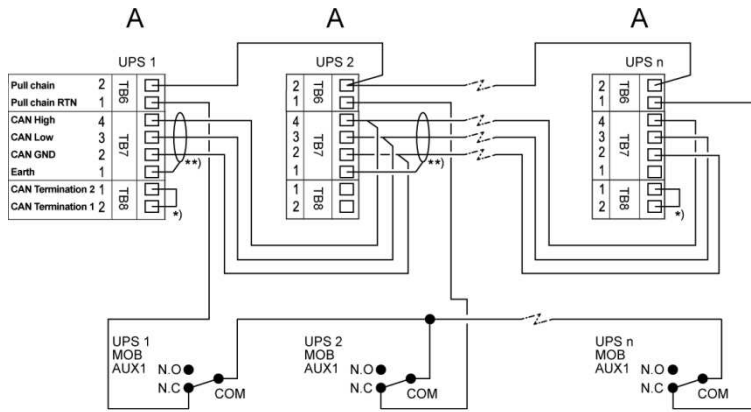
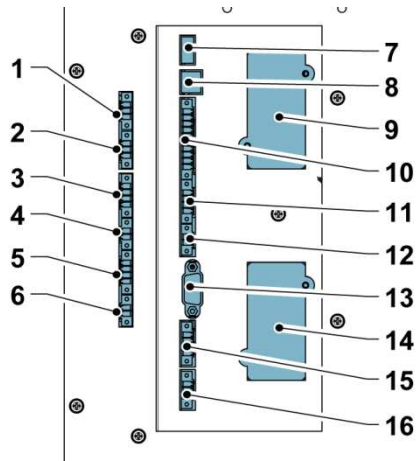

Рисунок 21. Проводка для сети CAN и параллельного монтажа для системы ИБП с параллельным подключением и выходными выключателями модулей
Рисунок 23. Интерфейсы связи ИБП Eaton 93PS 8-20 кВт
2. Клеммные блоки ТВ6, ТВ7 и ТВ8 предназначены для подключения внешних управляющих сигналов (см. Рисунок 21 и Рисунок 23).